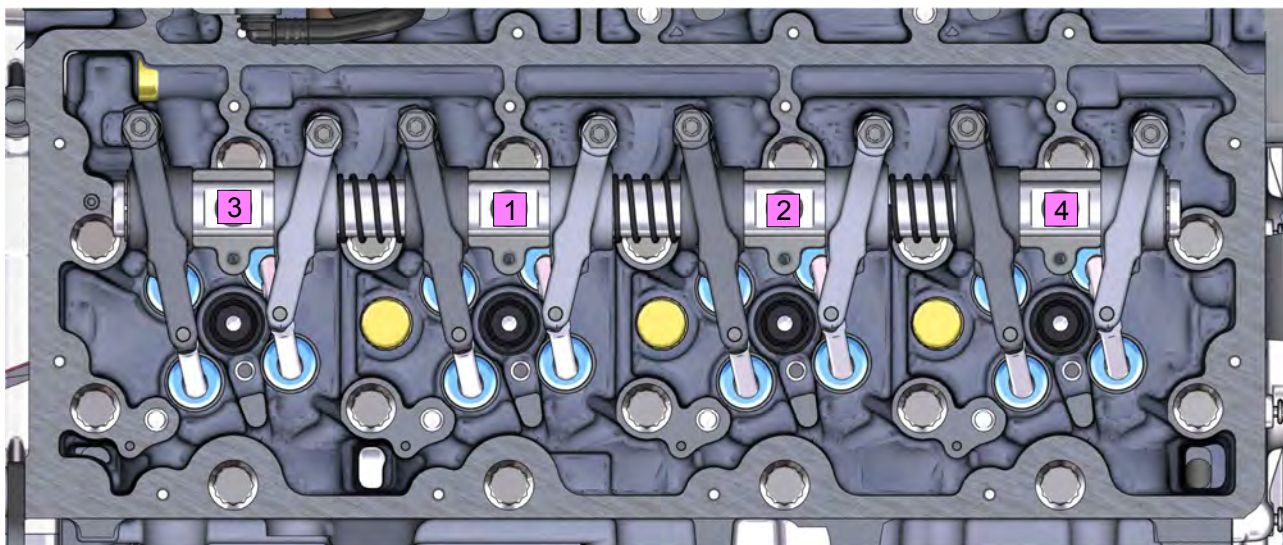

Рисунок 1 - Порядок предварительной затяжки болтов крепления оси коромысел
- 4 Ввернуть болты (3) М10-6gx75-10.9 крепления оси коромысел в сборе предварительно от руки в отверстия головки цилиндров.
- 5 Завернуть болты (3) крепления оси коромысел в порядке, указанном на рисунках 1,2 ключом S=13, обеспечив затяжку в два приёма:
- начиная с середины, последовательно перемещаясь в обе стороны, затянуть моментом  $M_{кр}=20-30$  Н·м (см. рисунок 1);